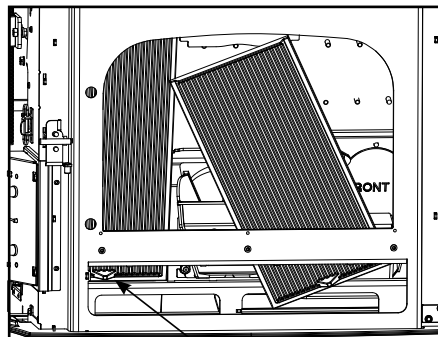

Figure 5.4a
4. Faites pivoter le haut de l'échangeur de chaleur vers l'ouverture de la porte jusqu'à ce que vous puissiez le soulever et le sortir. Figure 5.4a